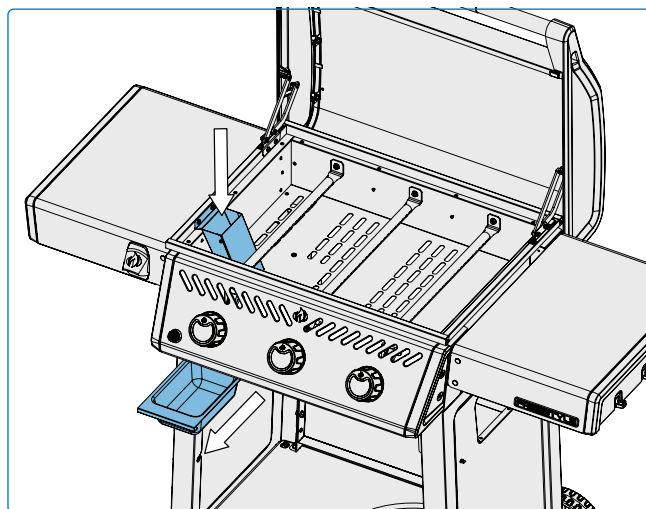

Fig. 11
1. Une fois que l'appareil a complètement refroidi, retirez avec précaution le plateau d'égouttage du chariot de l'appareil, sans le faire basculer. (**Fig. 11**).